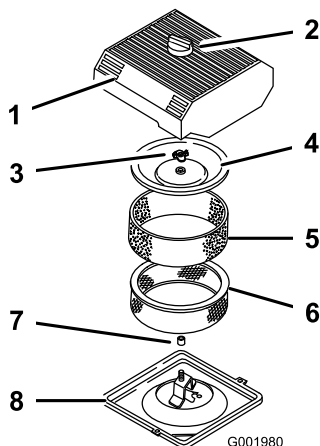

図 45
3. エアクリーナを外したときエンジン内部に異物が入らないよう、周辺をきれいに拭く (図 45)。
4. エア・クリーナのカバーのノブをゆるめてカバーを外す (図 45)。
5. ペーパー・エレメントからスポンジ・エレメントを注意深く取り外す (図 45)。
6. カバー・ナットを外し、カバーとペーパー・エレメントを外す (図 45)。
1. ペーパー・エレメントにスポンジ・エレメントを注意深く取り付ける(図 45)。
3. カバー・ナットを取り付けて指締めする(図 45)。
4. エア・クリーナのカバーとノブを元通りに取り付ける(図 45)。